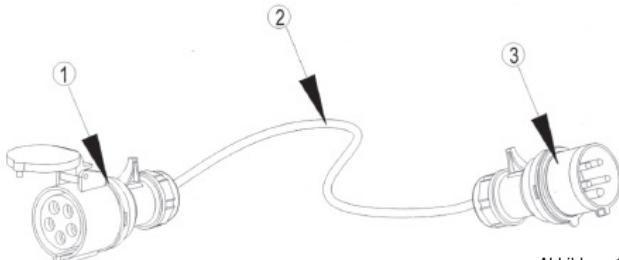

Abbildung 1
- Der Benutzer muss den gekauften Leistungskoppler wie in „Abbildung 1“ dargestellt verwenden. Die Kupplung muss zum Gerät passen und die Erdung erweitern. Die Kupplung muss nach NEN zugelassen sein.